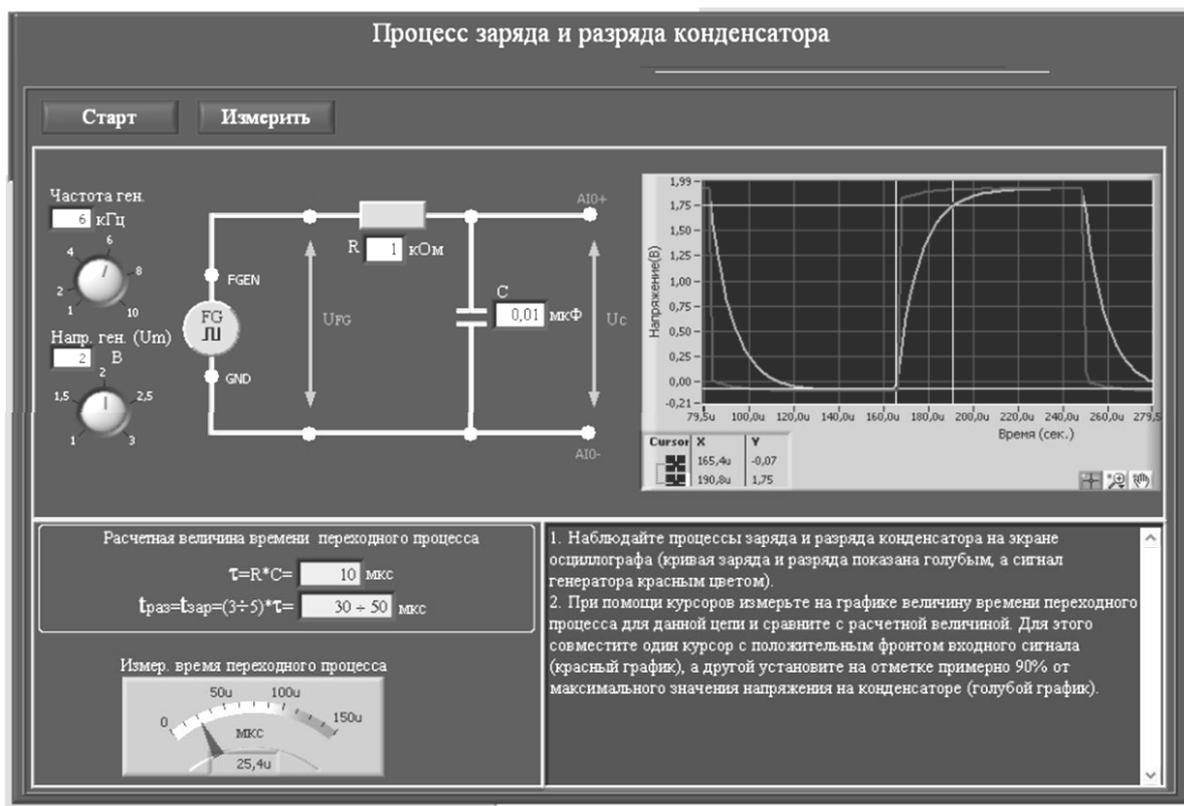

Рис. 6
4.5. Наблюдайте процессы заряда и разряда конденсатора на экране осциллографа (кривая заряда и разряда показана голубым цветом, а сигнал генератора – красным) (рис. 6).